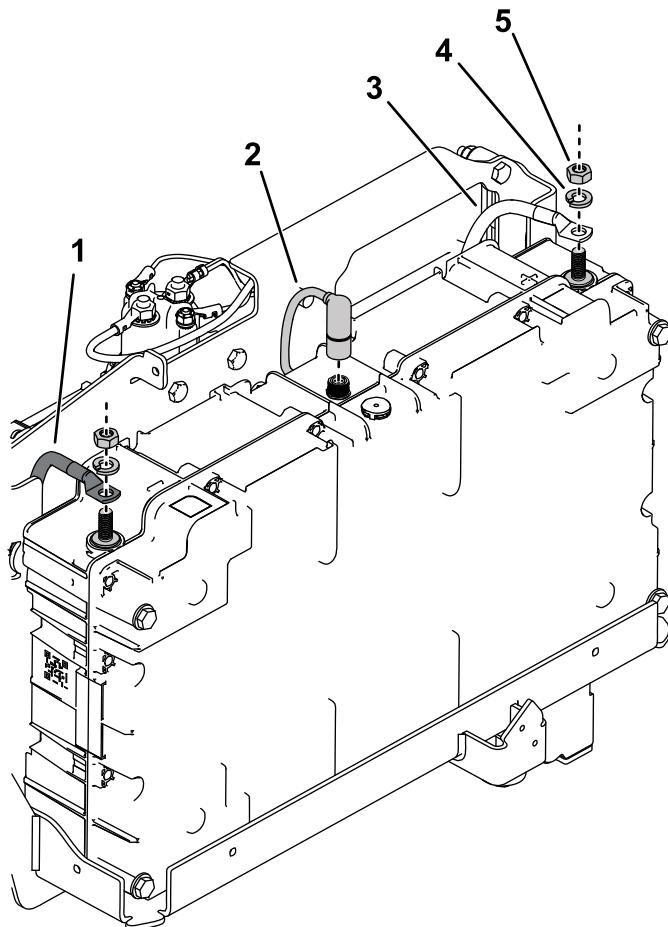

Figura 9
4. Conecte el cable del controlador al conector de la parte superior de la batería (Figura 9).
5. Conecte el cable positivo (rojo) al borne positivo (+) de la batería y fíjelo con una arandela de freno y una tuerca hexagonal como se muestra en la Figura 9; apriete la tuerca hexagonal con un par de 9 N·m.
6. Conecte el cable negativo (negro) al borne negativo (-) de la batería y fíjelo con una arandela de freno y una tuerca hexagonal como se muestra en la Figura 9; apriete la tuerca hexagonal con un par de 9 N·m.